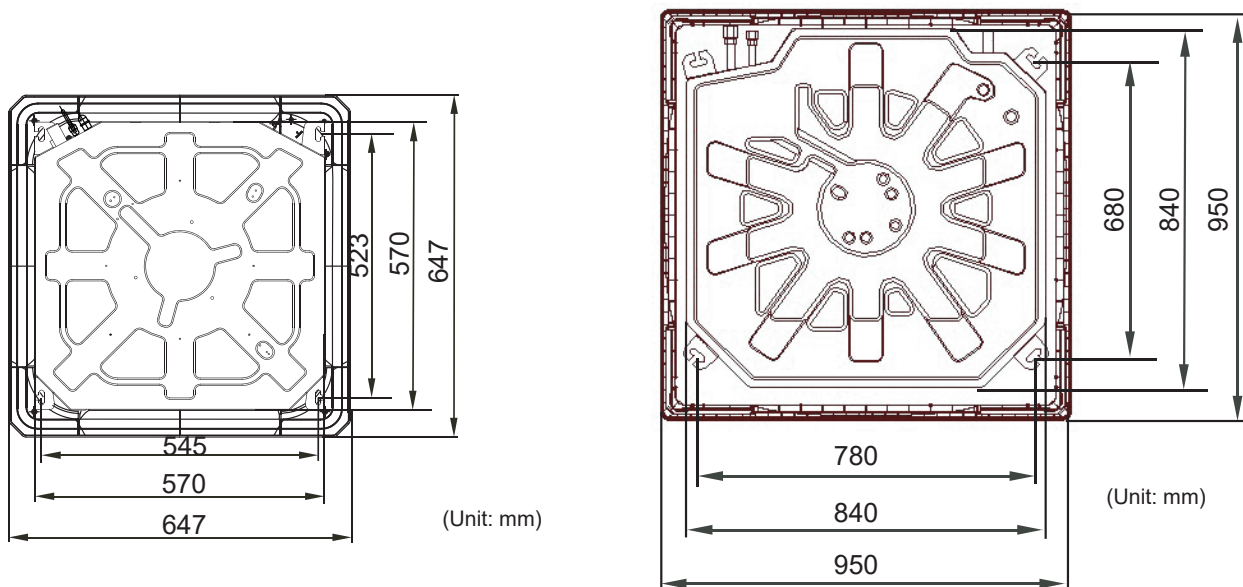

Рис. 7
1. Для определения места расположения подвесных болтов следует использовать шабл (поставляется в комплекте с панелью). Отношения размеров показаны на рис. 7 и Рис. 5